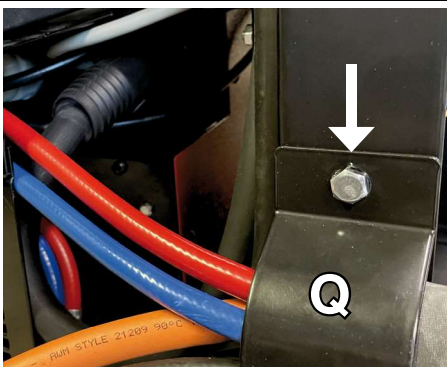

Fig. 31
Bloccare le due guaine delle connessioni generatore carrello al lato destro e sinistro del pannello porta bombola utilizzando la flangia (Q) e la vite testa esagonale M6x12 come in fig. 31 e 32.
*Lock the two sheaths of the wire feeder-power source connections to the right and left side of the cylinder holder panel using the flange (Q) and the M6x12 hexagonal head screw as in fig. 31 and 32.*
Bloquee las dos vainas de las conexiones del generador-carro arrastrahilo al lado derecho e izquierdo del panel portabombonas utilizando la brida (Q) y el tornillo de cabeza hexagonal M6x12 como en la fig. 31 y 32.